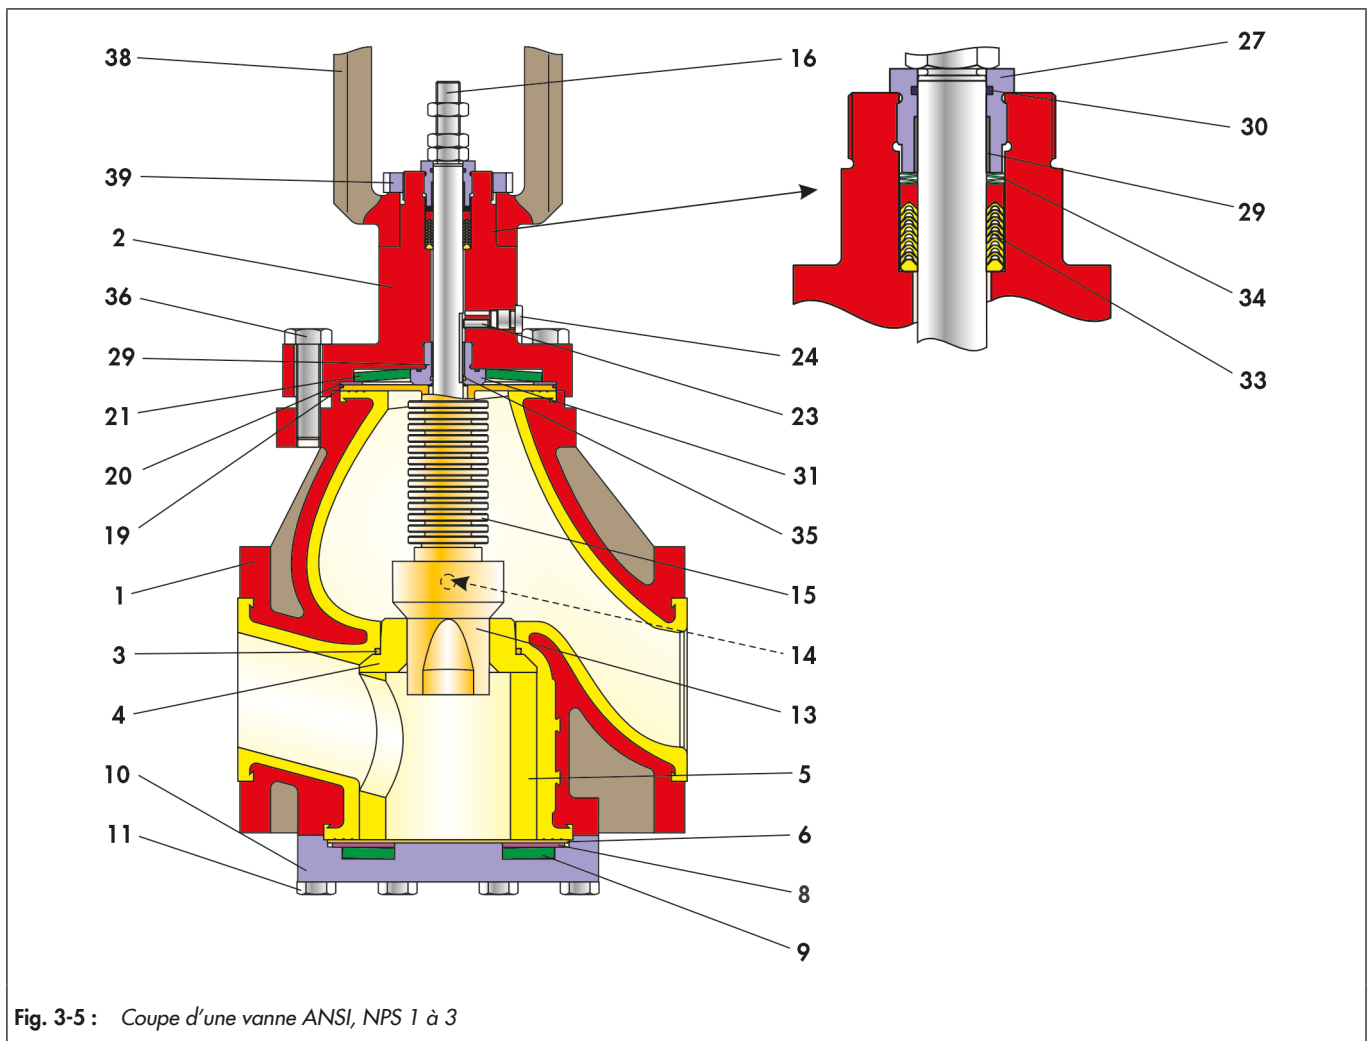

Fig. 3-5 : Coupe d'une vanne ANSI, NPS 1 à 3
- ⇒ Veiller à ce que l'ouverture de passage à l'intérieur de l'entretoise (5) soit alignée avec l'ouverture à l'entrée de la vanne.
- ⇒ Utiliser une mèche de 5 mm pour percer un trou de biais par rapport à la portée d'étanchéité et d'environ 10 mm de profondeur dans l'entretoise (5).
- ⇒ Enfoncer une goupille (14) en PTFE dans ce trou pour sécuriser l'entretoise contre toute rotation.
- ⇒ Poser la rondelle (6) en PTFE sur l'entretoise (5).
- ⇒ Poser la rondelle d'appui (8) sur la rondelle (6) en PTFE.
- ⇒ Insérer la rondelle-ressort (9). Emplacement de la rondelle-ressort, voir Fig. 3-5.
- ⇒ Poser avec précaution le couvercle (10) d'obturation sur le corps.
- ⇒ Insérer la rondelle (6), la rondelle d'appui (8) et la rondelle-ressort (9) dans le couvercle d'obturation en les centrant.
- ⇒ Visser les vis (11) dans le corps de vanne. Serrer les vis en croix de façon homogène.
- ⇒ Poser le chapeau (2) sur une surface propre et douce située à hauteur de travail de sorte à pouvoir accéder facilement au passage de la tige.
- ⇒ Insérer l'entretoise, ainsi que les chevrons et l'anneau final de la garniture à chevrons (33). Ordre des chevrons, voir Fig. 3-5.
- ⇒ Insérer le jeu de rondelles-ressorts (34) dans l'alésage prévu à cet effet. Ordre des rondelles-ressorts, voir Fig. 3-5.
- ⇒ Insérer le joint torique (30) dans la rainure intérieure du presse-étoupe (27).
- ⇒ Enfoncer le palier supérieur (29) dans la partie inférieure du presse-étoupe (27).
- ⇒ Graisser le filetage sur le presse-étoupe (27).
- ⇒ Visser le presse-étoupe (27) dans le filetage supérieur du chapeau (2), la rainure de dégagement extérieure du presse-étoupe étant encore visible.
- ⇒ Insérer la rondelle-ressort (21), la rondelle d'appui (20) et le joint torique (19) dans le chapeau (2). Ordre des composants, voir Fig. 3-5.
- ⇒ Enfoncer le rivet cannelé (23).
- ⇒ Serrer la vis d'obturation (24).